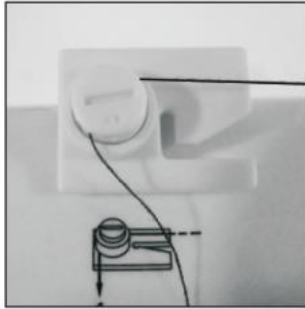

Fig. 12
2. Faden durch die Spulervorspannungsscheibe oben an der Maschine führen (Fig. 12)